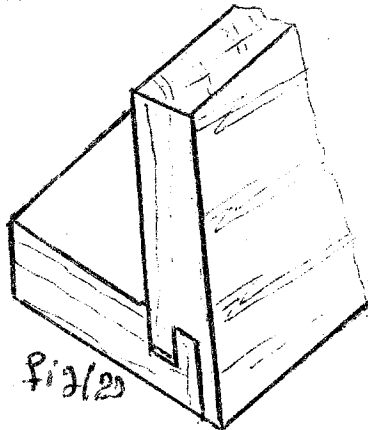

Fig 2
- Fig 2) Embrèvement avec double rainures